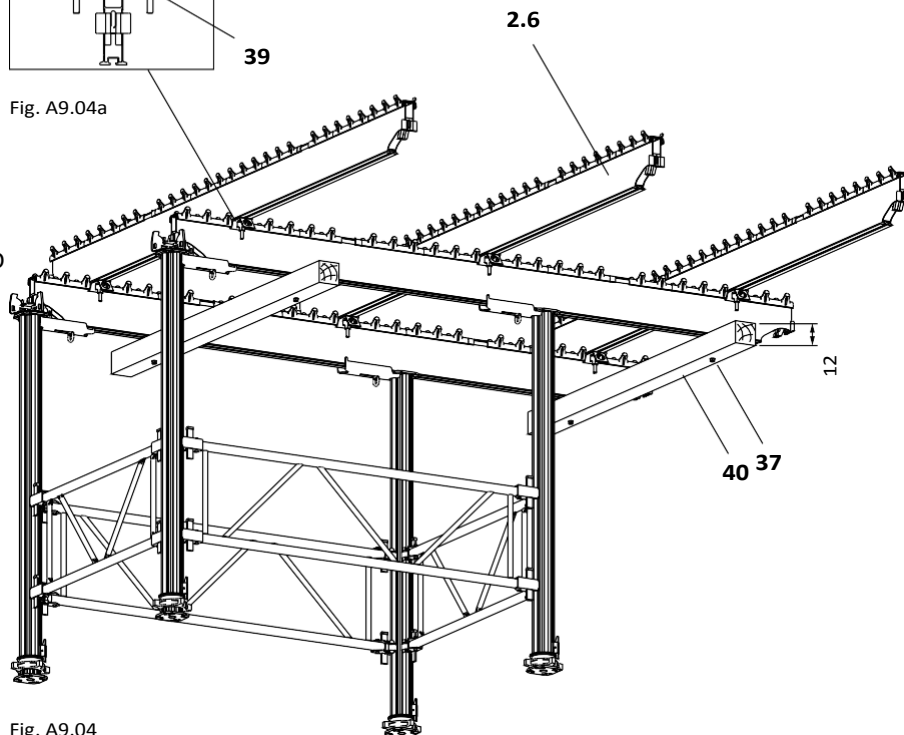

Fig. A9.04
1. Закрепете 2 греди с мин. р-ри 8/12/225 (40) (доставени от изпълнителя) към шестостенните болтове посредством шайби и гайки. (Fig. A9.04)